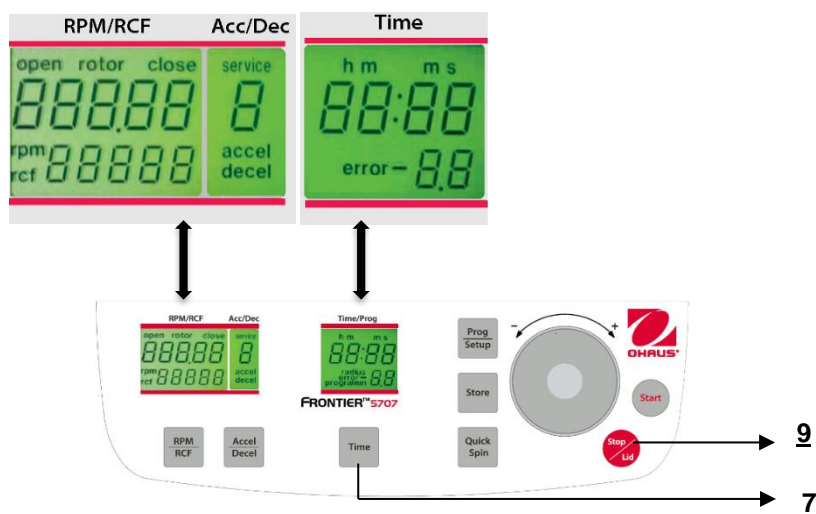

Figura. 27
Mentre la centrifuga è disconnessa, premere simultaneamente i tasti "Time"(7) e "Stop/Lid" (9) e connettere l'interruttore principale della centrifuga. Adesso, rilasciare entrambi i tasti e - per effetto di ciò - è eseguita una prova del display per circa 5 secondi. Tutti gli indicatori appariranno allo stesso tempo (Vedere figura 27).